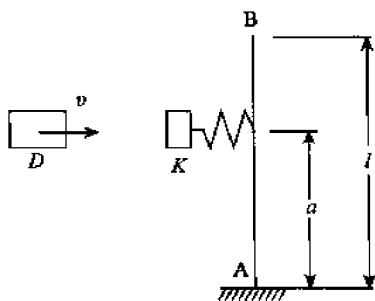

图 11-22
2. 已知 AB 杆的 EI 和 W , 弹簧刚度 k , 重物 D 与弹簧接触时的水平速度为 v , 如图 11-22 所示, 求 AB 杆内最大正应力。